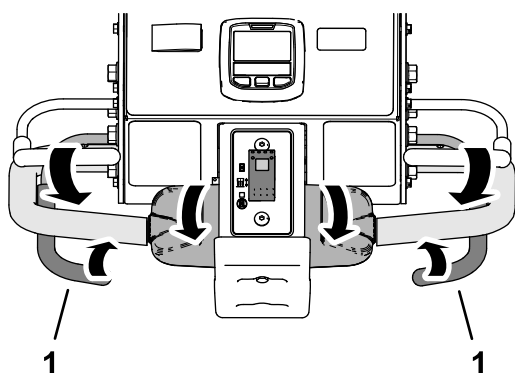

Рисунок 90
3. Когда переднее колесо перекатится через границу периметра зоны аэрации, прижмите к рукоятке левую или правую штангу аэрации (Рисунок 90).